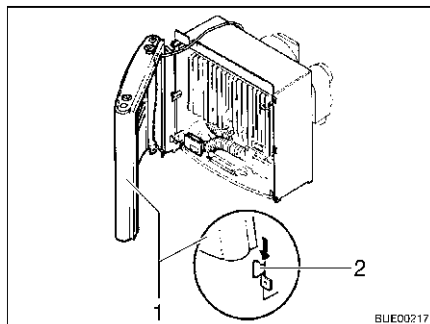

Bild 111 Hölje till värmeaggregatet, hållare
- Montera höljet på värmeaggregatet. Sätt höljet (Bild 111,1) på de nedre hållarna (Bild 111,2).